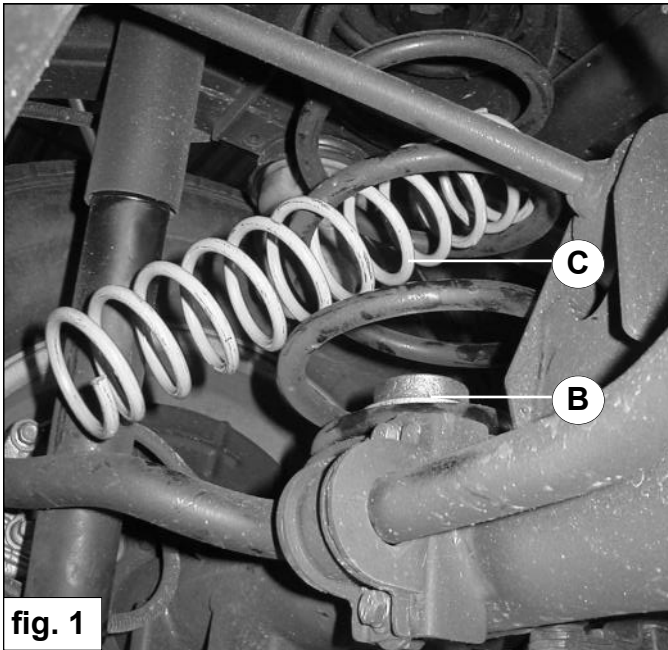

fig. 1
3. Plaats de aluminium veerschotel **B** onder in de hoofdveerschotel. Zie fig. 1.
3. Place the aluminum spring seat **B** in the lower mainspring seat. See fig. 1.
3. Montieren Sie den Aluminium Federteller **B** unter in die Hauptfederteller. Sehe fig. 1.
3. Placez les coupelles aluminium **B** dans la coupelle de ressort principal, côté inférieur. Voir fig. 1.